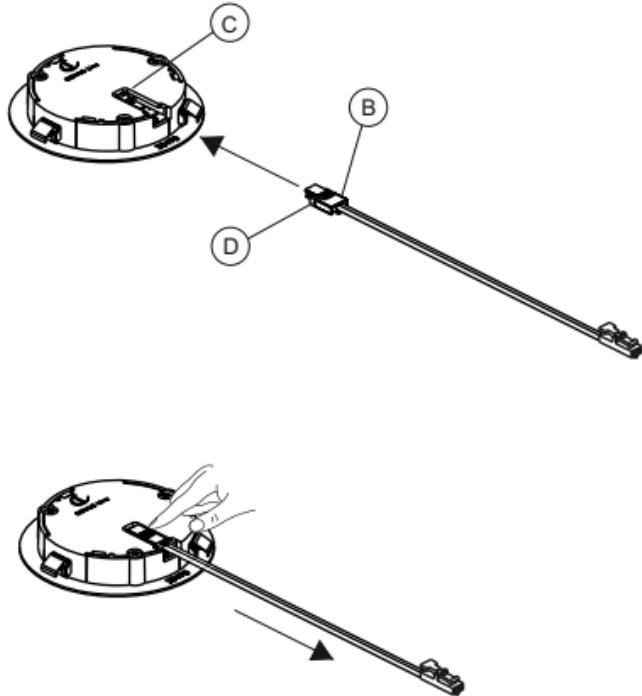

Fig 5
The installation and operation instructions in this manual are valid for all configurations of the **DATE 2.0**, **CUBIT XL 2.0** and **CLASSIC** device, between which there are some differences. The **DATE 2.0 Plus** and **CUBIT XL Plus** (Plug & Play) models refer to the configurations of the devices that have a built-in disconnectable power cable (fig. 5). The **DATE 2.0 IP44** and **CUBIT XL IP44** models refer to the configurations of the splash-proof devices.
- For connection of the power cable to the device, insert the cable connector (B) into the slot (C), until the safety hook (D) is press-fitted into place as illustrated in figure 5.
- To remove the device power cable, press the safety release (D) slightly with your finger and extract the connector (B) from the slot (C) as illustrated in figure 5.
Die Gebrauchs- und Montageanweisungen in dieser Anleitung gelten für alle Ausführungen der **DATE 2.0**, **CUBIT XL 2.0** und **CLASSIC**-Leuchte, die sich voneinander unterscheiden. Die Modelle **DATE 2.0 Plus**, und **CUBIT XL Plus** (Plug & Play) beziehen sich auf die Leuchtenausführungen, die mit einem trennbaren Netzkabel ausgestattet sind (Abb. 5).
- Zum Anschluss des Netzkabels an die Leuchte den Stecker (B) des Kabels in den Schlitz (C) der Leuchte einsetzen, sodass der Sicherheitshaken (D) einrastet (siehe Abb. 5).
- Zum Trennen des Netzkabels von der Leuchte mit den Fingern leicht auf den Sicherheitshaken (D) drücken und den Stecker (B) aus dem Schlitz (C) der Leuchte ziehen (siehe Abb. 5).
Les modèles **DATE 2.0 Plus** et **CUBIT XL Plus** (Plug & Play) correspondent aux types d'appareils comportant un câble d'alimentation débranchable (fig. 5).
- Pour le branchement du câble d'alimentation à l'appareil, insérer le connecteur (B) du câble dans la fente (C), jusqu'au déclic du crochet de sécurité (D), comme indiqué sur la figure 5.